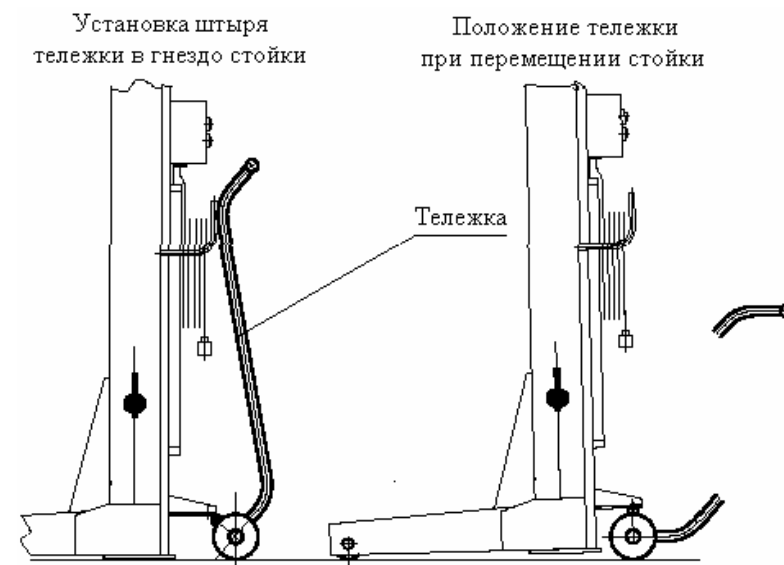

Рис. 5. Перемещение стойки при помощи тележки
7.1.1. При помощи тележки подкатить каждую стойку подъемника подхваты под колесо автомобиля, предварительно установив подхваты кареток на ширину, необходимую для подхватывания колеса автомобиля в соответствии с его диаметром и зафиксировав положение подхватов на каретке фиксирующими пальцами. Для перемещения стойки подкатить тележку к стойке и, зацепив ее, приподнять (см.Рис.5). Убрать тележку.